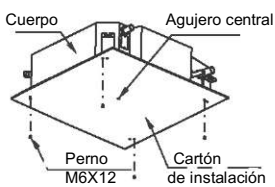

Fig. 5-10
- 2 Después de instalar el cuerpo, fije el cartón de instalación en el aparato de aire acondicionado con pernos (M6X12) para determinar con antelación los tamaños y posiciones de la abertura del agujero en el techo (consulte la fig.5-10).